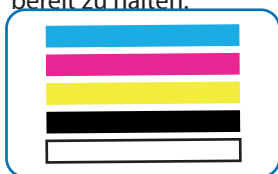

Abb. 1)
3. Drucken Sie ein Testmotiv, bevorzugt mit den Grundfarben Cyan, Magenta, Yellow, Black/White (Abb. 1).